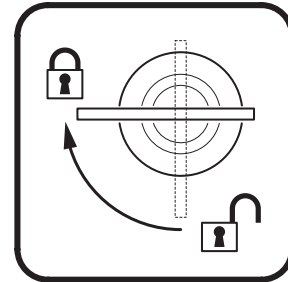

Figure 7: Verrouillage 1/4 de tour
4. Alignez les loquets des embases en face de deux points de montage. Voir Figure 7. Insérez les loquets à fond dans l'insert et tournez-les d'un quart de tour. Installez un second crochet de la même manière.